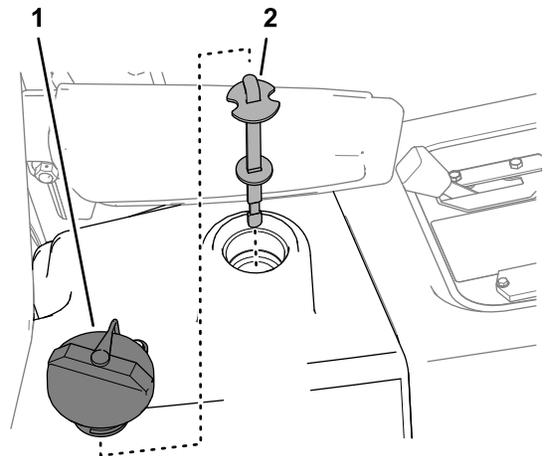

图60
- 检查液压油箱的油位 图60 并在需要时添加液压油请参阅机器《操作员手册》中的“检查液压系统”程序。